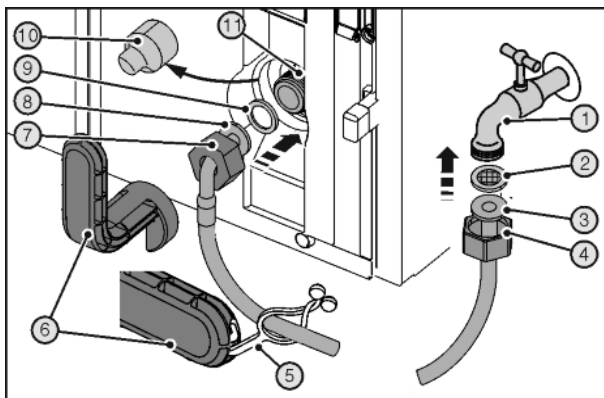

Fig. 44
Опасность травмирования. Резаные раны из-за поломанного вспомогательного инструмента Fig. 44 (6).
- ▶ Вспомогательный инструмент Fig. 44 (6) использовать только при комнатной температуре.
- ▶ До конца сдвинуть гайку Fig. 44 (4) через прямой конец шланга Fig. 44 (3) и удерживать.
- ▶ Вставить ситовую ловушку Fig. 44 (2) в гайку Fig. 44 (4).
- ▷ Ситовая ловушка Fig. 44 (2) прилегает к прямому концу шланга Fig. 44 (3) и слегка поддерживается.
- ▶ Подсоедините к запорному крану Fig. 44 (1) гайку Fig. 44 (4) с расположенной на прямом конце шланга Fig. 44 (3) ситовой ловушкой Fig. 44 (2).
- ▶ Временным открытием запорного крана Fig. 44 (1) подачи воды удалить воздух из водопровода и заполнить водой. Шланг для этого держать в ведре.
- ▶ Снять крышку Fig. 44 (10).
- ▶ До конца сдвинуть гайку Fig. 44 (7) через конец шланга в виде угла Fig. 44 (8) и удерживать.
- ▶ Смочить уплотнение Fig. 44 (9) и вдавить в гайку Fig. 44 (7) на конце шланга в виде угла Fig. 44 (8).
- ▷ Уплотнение Fig. 44 (9) прилегает к концу шланга в виде угла Fig. 44 (8) и слегка поддерживается.
- ▶ Подсоедините к электромагнитному клапану Fig. 44 (11) гайку Fig. 44 (7) с расположенным на изогнутом в виде угла конце шланга Fig. 44 (8) уплотнением Fig. 44 (9).
- ▶ Затяните подключения с помощью вспомогательного инструмента Fig. 44 (6) по часовой стрелке, пока не будет достигнут максимальный момента затяжки и вспомогательный инструмент Fig. 44 (6) начнет прокручиваться.
- ▶ Откройте запорный кран Fig. 44 (1) системы подвода воды и проверьте герметичность всей водяной системы.
- ▶ Зацепить накладку Fig. 44 (5) в вспомогательном инструменте Fig. 44 (6) и для хранения закрепить на шланге из высококачественной стали.